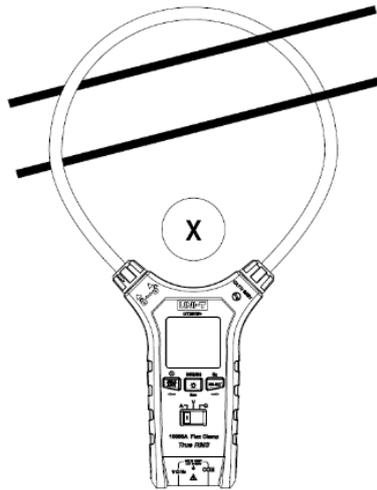

Abbildung 4.3
- 3) Das Messgerät kann einmal nur einen Stromleiter messen; wenn zwei oder mehr Stromleiter gleichzeitig gemessen werden, ist der Messwert falsch. (Siehe Abbildung 4.3)